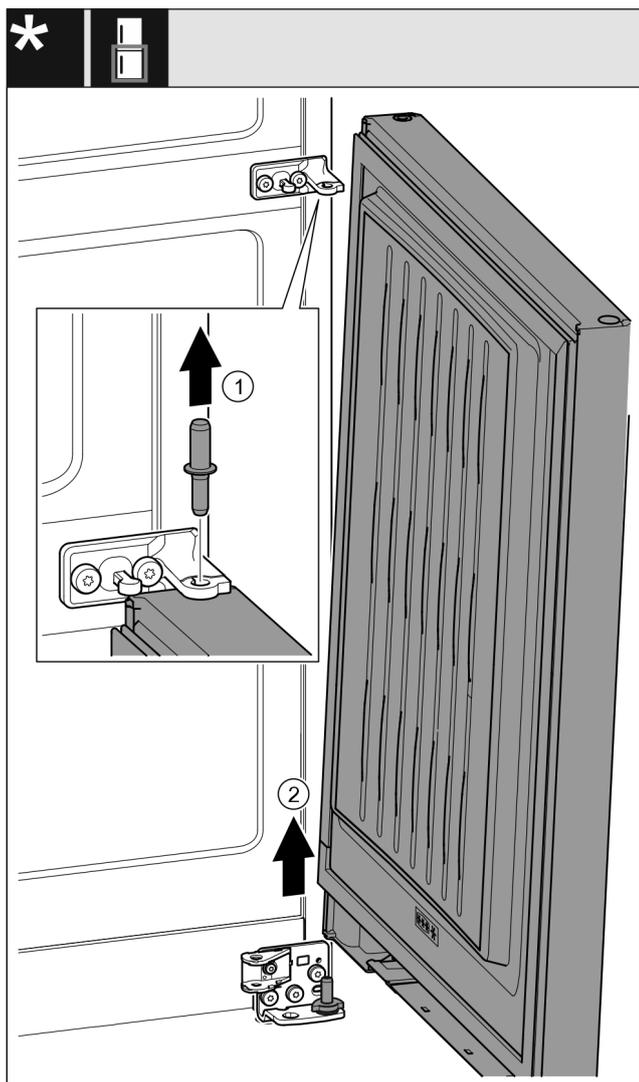

Fig. 23 *
- ▶ Extraiga el perno hacia arriba. *Fig. 23 (1)**
- ▶ Gire la puerta hacia fuera, tire hacia arriba y apártela. *Fig. 23 (2)**